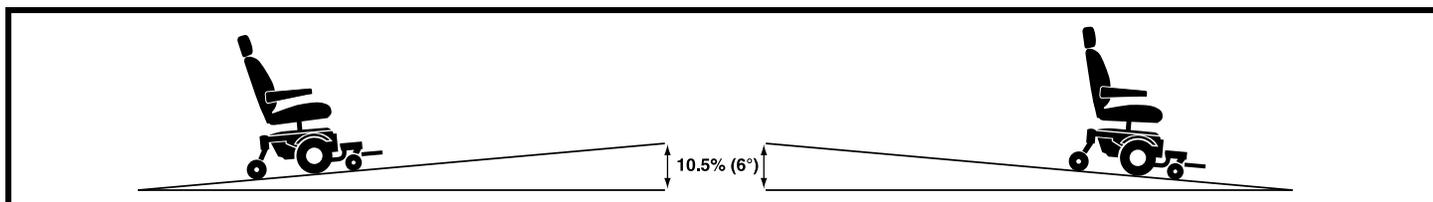

Figure 1. Montée/Descente maximale
**MISE EN GARDE!** Même si votre fauteuil motorisé possède la puissance motrice pour gravir des pentes plus abruptes que celles illustrées à la figure 1, ne tentez jamais sous aucune considération, de gravir une pente plus abrupte que celle présentée dans ce manuel sous peine de rendre votre fauteuil motorisé instable.
Pride recommande de ne pas dépasser cette inclinaison de 10.5% (6°) afin de gravir ou descendre les pentes en toute sécurité. Voir la figure 1.